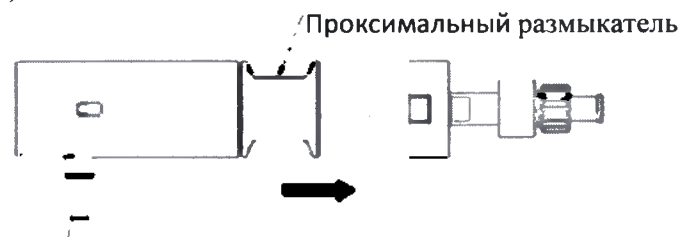

Рис. 10. Потяните проксимальный размыкатель.
- Потяните проксимальный размыкатель для высвобождения проксимального конца стент-графта (рис. 10).